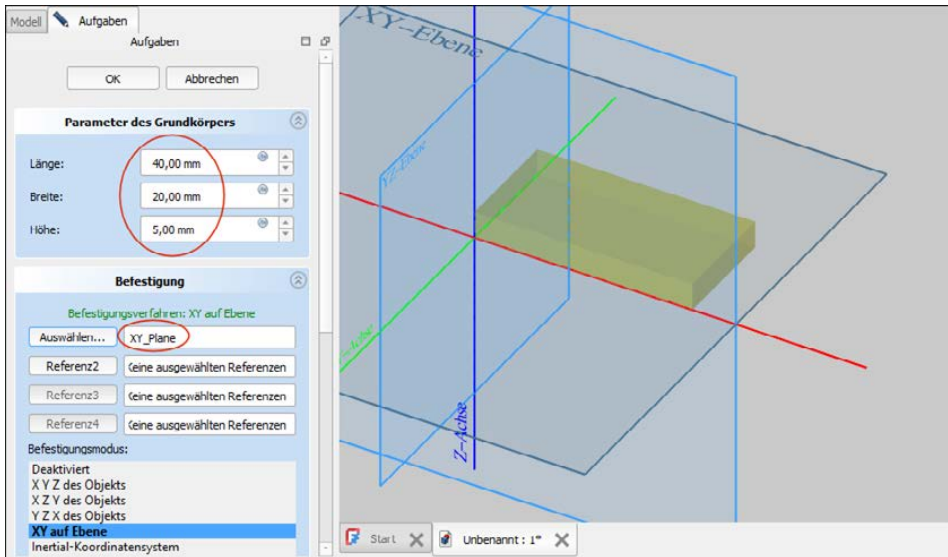

Abbildung 5.17: Parameter für den Quader
2. Klicken Sie das Werkzeug *Quader* an. Ein neuer Body wird automatisch angelegt. Sie sollten jetzt zuerst die Ebene festlegen, in der der Quader platziert werden soll. Danach sind die Parameter für den Quader erforderlich: *Länge*, *Breite* und *Höhe* (siehe Abbildung 5.17). Darunter im Register *Aufgaben* können Referenzen zur Befestigung des Körpers gewählt werden, beispielsweise an einer Fläche oder Kante eines anderen Objekts (siehe weiter unten).